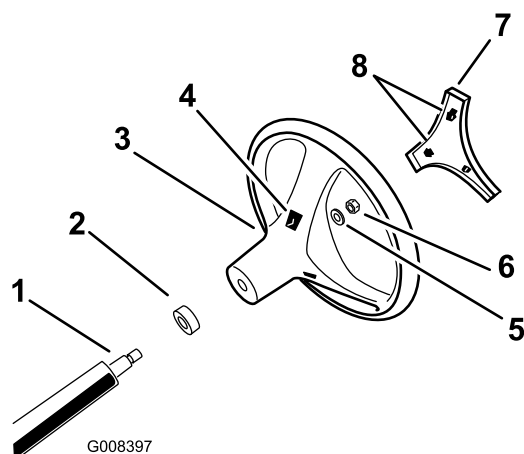

図 3
4. 図3に示すようにロックナットでハンドルを固定し、24-29 N·m 2.5-3.0 kg/m = 18-22 ft·lb にトルク締めする。
5. ハンドルのセンターカバーをハンドルのスロットに合わせて押し込み、センターカバーをハンドルハブに固定する図3。